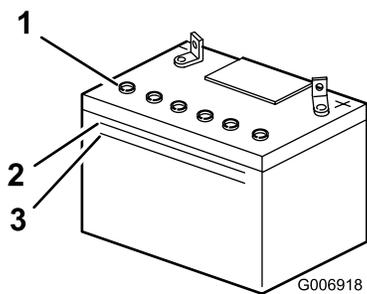

Figura 36
2. Mire hacia el lateral de la batería. El electrolito debe llegar a la línea superior (Figura 36).
**Nota:** no permita que el electrolito esté por debajo de la línea inferior (Figura 36).
- Retire los tapones de llenado (Figura 36).
- Vierta lentamente agua destilada en cada célula de la batería hasta que el nivel llegue a la parte inferior del tubo (Figura 36).